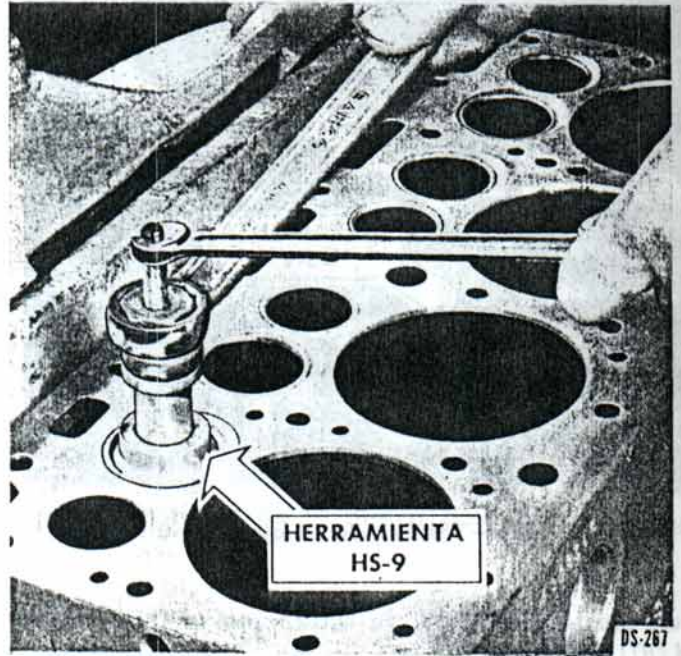

Fig. 124. — Colocando la guía de válvula.
mo cónico hacia la parte superior del block centrándola en el agujero. Para colocar la guía se debe armar el mandril instalador de guías de válvulas, herramienta HS-9, como muestran las Figs. 124 y 126, usando el collar (7) con el extremo correspondiente colocado en el orificio de la válvula, la tuerca con receso (4) en el extremo del eje al interior de la cámara de las válvulas y el manguito (6) en la parte superior del eje. Sujetar el eje (1) para evitar su rotación y apretar la tuerca (2) hasta que el extremo superior de la guía de válvula esté a 31 mm (1 7/32") debajo de la cara superior del block de cilindros.